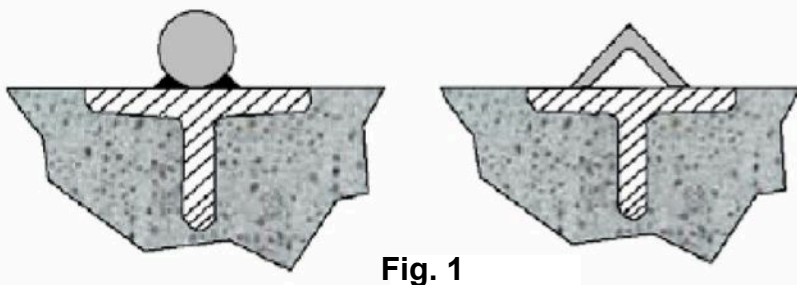
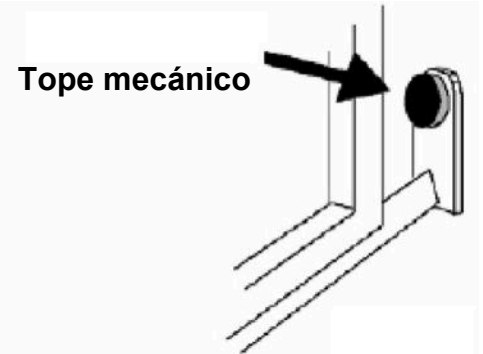
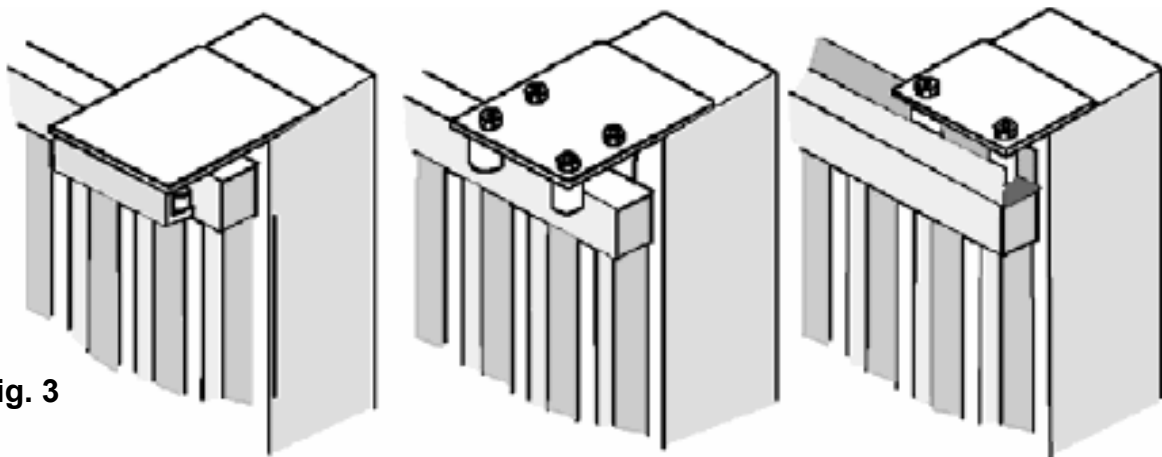

Fig. 1
Fig. 2
Fig. 3
- Antes de proceder al montaje del automatismo controlar el buen funcionamiento de la cancela. Asimismo es conveniente verificar que la guía de desplazamiento a tierra ( **Fig. 1** ) no presente malformaciones, que se encuentre perfectamente nivelada y que el tope mecánico en apertura esté presente ( **Fig. 2** ), para evitar que la cancela salga de las guías superiores ( **Fig. 3** ).
- Verificar que la guía de desplazamiento superior ( **Fig. 3** ) esté fijada firmemente y que la cancela se desplace libremente.
Posicionar la placa suministrada (**Fig. 1**) a una distancia de **50 mm/MAX** del borde de la cancela y perfectamente escuadrada, con un ángulo de 90°.
Posicionar el motorreductor y fijarlo con los pernos suministrados. **A** (**Fig.2**).
Fijar firmemente la cremallera en la cancela, dejando una distancia de 2 a 3 mm. desde el piñón del motor (**Fig.3**).